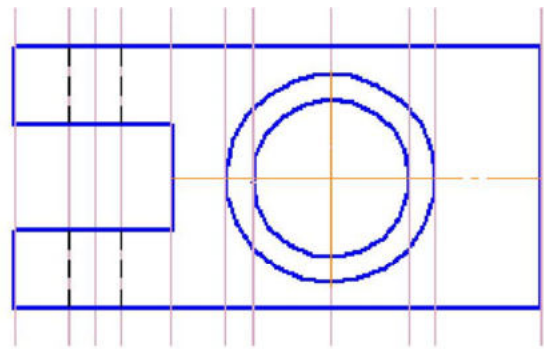

Рис. 5
- ☐ чтобы построить *вид главный*, проведите проекционные связи от каждой точки контура вида сверху ( – **Вертикальная прямая**, панель расширенных команд  – **Параллельная прямая**) – рис. 5;